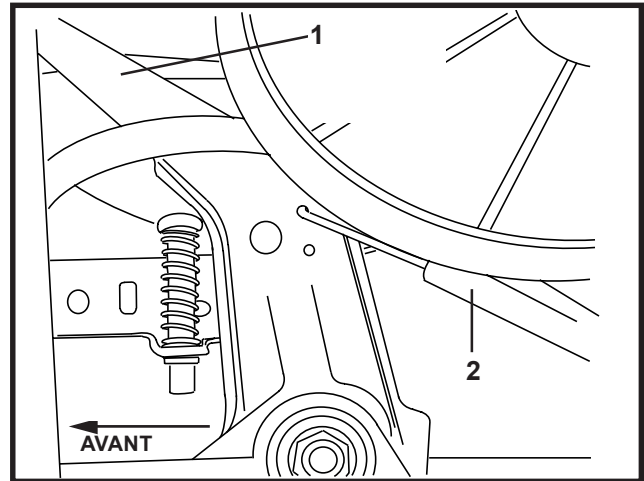

FIGURE 7
- Poussez le levier de commande de l'accélération de la console vers l'avant dans sa position maximum. Repoussez le levier de commande de l'accélération du moteur aussi loin que possible. Voir la Figure 7.
14. Insérez l'extrémité en "L" du câble d'accélération dans l'orifice externe du levier de commande de l'accélération du moteur. Figure 7.